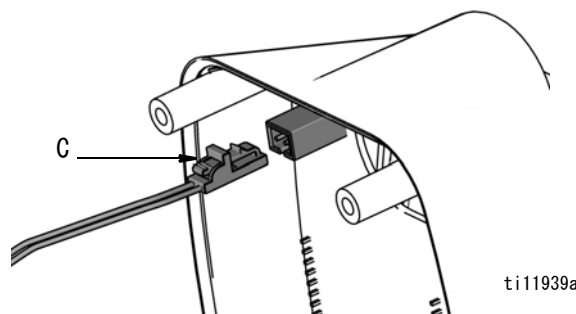

図 33
5. ソレノイドのリード線 (C) をスナップから外します (図 33)。